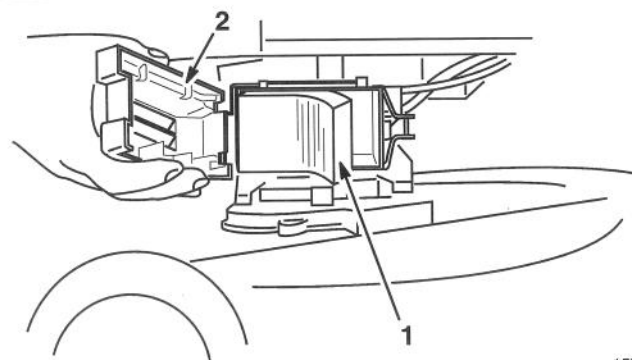

Figure 22
1. Pour retirer le filtre à air, désencliqueter le couvercle, l'ouvrir sur le côté et le décrocher (Fig. 22).